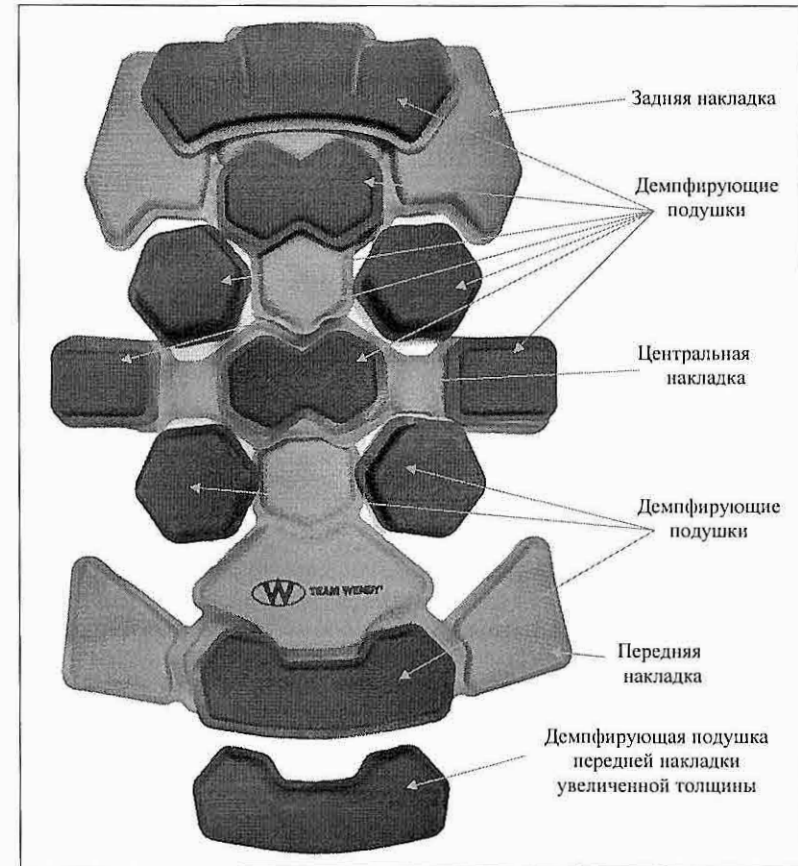
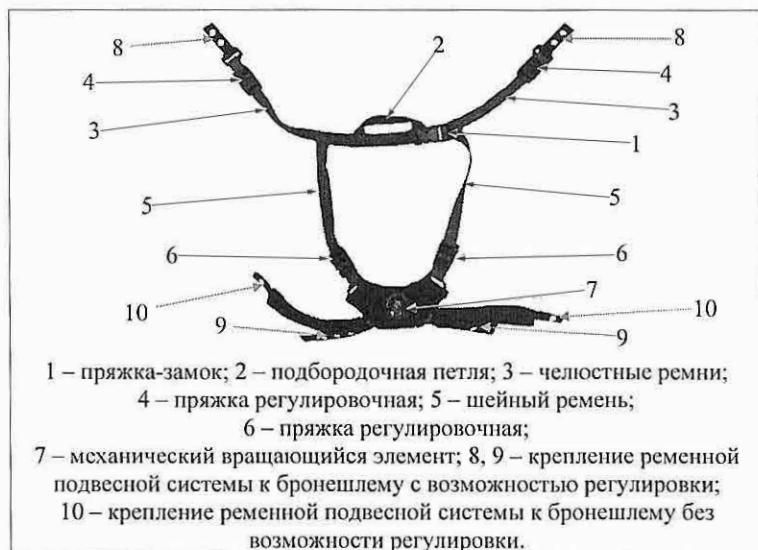
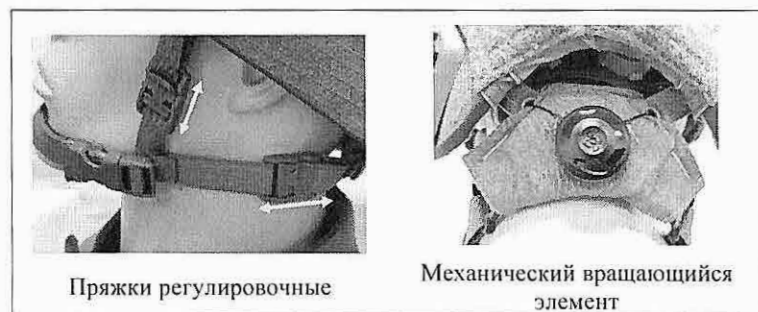
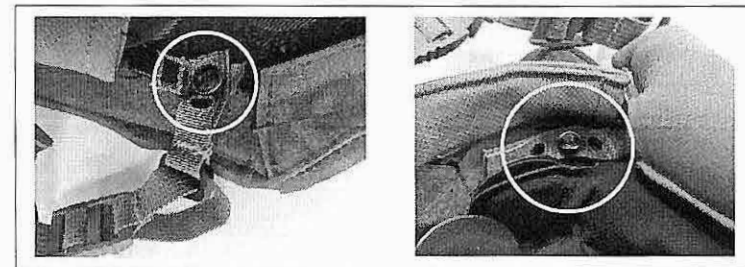

Рисунок 2 - Амортизирующее устройство.
Рисунок 3 – Ременная подвесная система.
Рисунок 4 – Установленная ременная подвесная система.
Рисунок 5 – Регулировка крепления ременной подвесной системы.
2.3.3. Подтулейное устройство состоит из амортизирующего устройства (Рис. 2) и ременной подвесной системы (Рис. 3).
2.3.4. Амортизирующее устройство (Рис. 2) состоит из задней (затылочной) накладки, центральной накладки, передней (лобной) накладки и комплекта демпфирующих подушек.
2.3.8. Ременная подвесная система (Рис. 3) состоит из пряжки-замка (поз. 1), подбородочной петли (поз. 2), челюстных ремней (поз. 3), регулировочных пряжек (поз. 4, 6), шейных ремней (поз. 5) и затылочного упора (механического вращающегося элемента) (поз. 7).
2.3.10. Отрегулируйте положение подбородочной петли (поз. 2) и длину челюстных ремней (поз. 3), для чего увеличьте (уменьшите) длины лент челюстных ремней при помощи пряжек (Рис. 3 поз. 4).
2.3.12. Затылочный упор оснащён механическим вращающимся элементом (кнопкой) (Рис. 3 поз. 7, Рис. 4), который позволяет быстро отрегулировать подтулейное устройство по обхвату головы. Для этого нажмите на кнопку (поз. 7) по направлению к затылку и вращайте ее по часовой стрелке.
2.3.15. При нехватке диапазона регулировки ременной подвесной системы, отрегулируйте ее крепление к бронешлему (Рис. 5). При помощи шлицевой отвертки выкрутите винт крепления ременной подвесной системы, установите необходимое положение ременной подвесной системы (при помощи подготовленных отверстий) и зафиксируйте её винтами при помощи шлицевой отвертки (Рис. 3 поз. 8, 9, Рис. 5).
2.3.16. По окончании работ отсоедините пряжку-замок (Рис. 3 поз. 1) и снимите бронешлем.